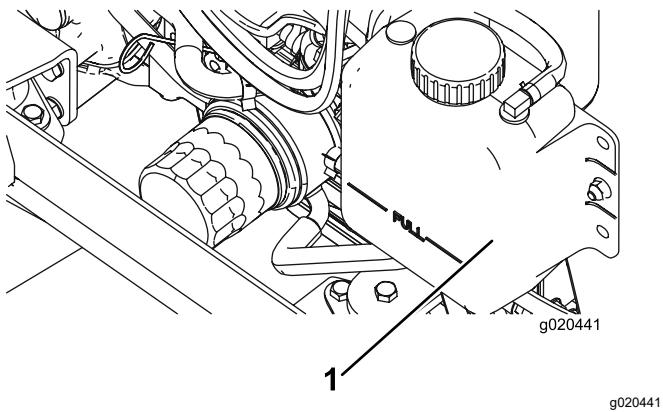

Figure 118
- Retirez le bouchon du radiateur et le bouchon du vase d'expansion avec précaution (Figure 118).